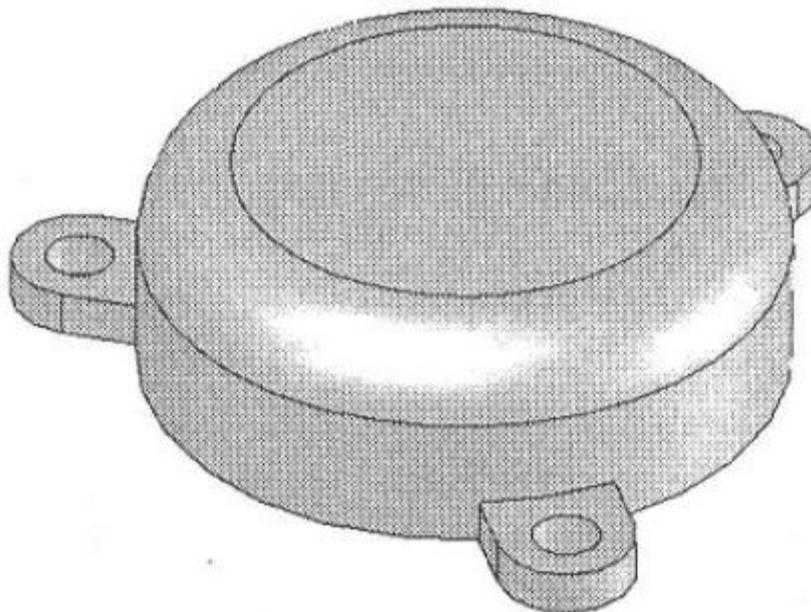

Рис. 4.32. Отредактированная группа элементов
5. Отредактируйте круговой массив элементов (рис. 4.32)
2. Установите значение 3 в счетчике Number of Instances (Количество экземпляров) и щелкните на кнопке **ОК**. Модель после редактирования элементов показана на рис. 4.32.